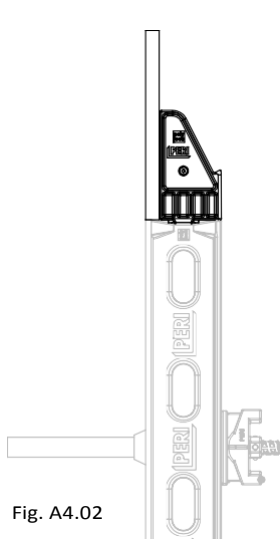

Fig. A4.02
- Като надстрояване на кофража (Fig. A4.02).